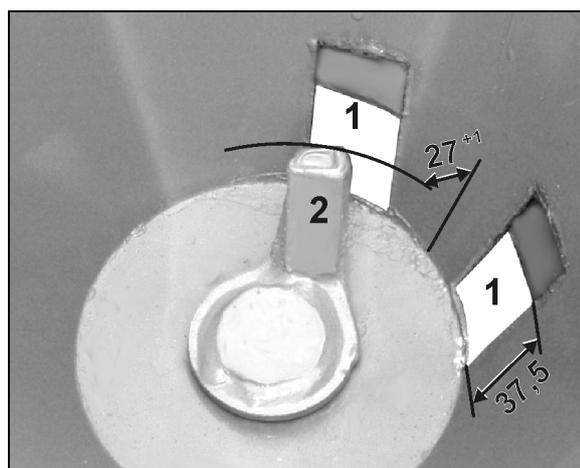

Fig. 25
3. Beide Auslassöffnungen müssen 37,5 mm geöffnet sein (Fig. 25).
Abstand zwischen Rührfinger und Trichterwand überprüfen. Der Rührfinger soll parallel zur Trichterwand stehen und einen Abstand von  $27 +1$  mm abweisen (Fig. 25).
Abstand zwischen Rührfinger und Trichterwand überprüfen. Der Rührfinger soll parallel zur Trichterwand stehen und einen Abstand von 27+1 mm abweisen (Fig. 25).